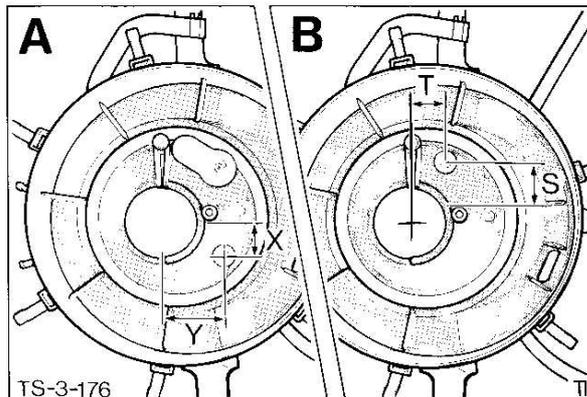

Abb.4 Bohrung (ϕ 13 mm) markieren
5. Deckel vom Ansaugeräuschkämpfer abschrauben und in das Unterteil eine Bohrung von 13 mm Durchmesser markieren und bohren, Abb. 4.